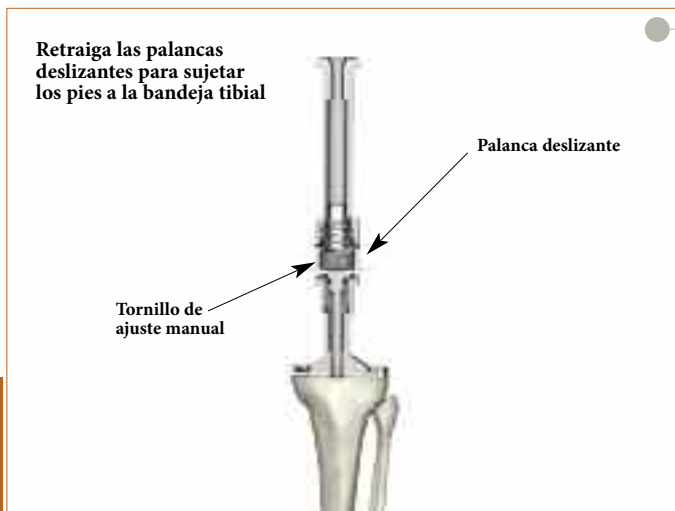

Figura 73
- ▶ Monte el impactor/extractor del componente tibial en el implante. Para ello, retire hacia atrás las palancas deslizantes de la barra e introduzca los "pies" en el orificio central de la bandeja tibial. Libere las palancas y ajuste el tornillo moleteado de ajuste manual para sujetar firmemente el impactor/extractor al implante (Figura 73).